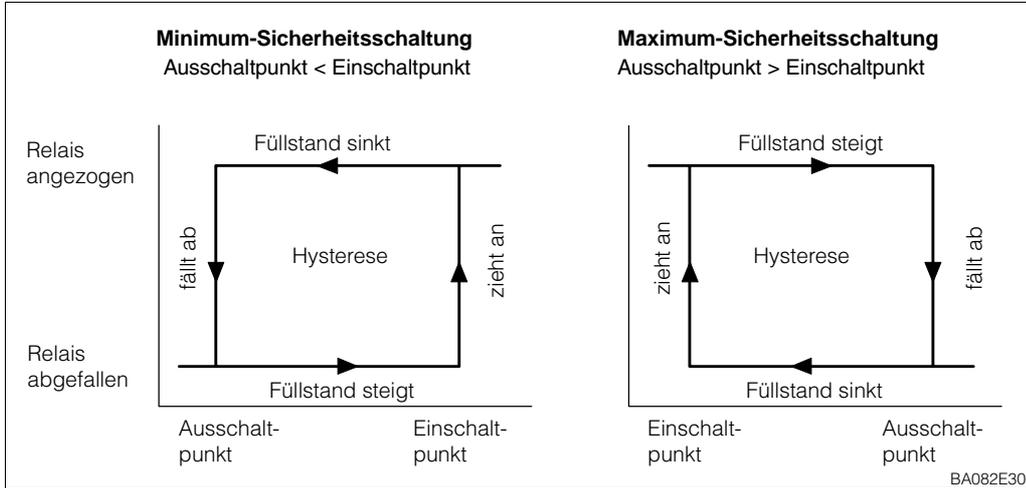

Abb. 5.1: Anwahl von Minimum- und Maximum-Sicherheitschaltung durch Auswahl der Schaltpunkte
- Jedes Relais kann in Min.- oder Max.-Sicherheitschaltung betrieben werden, d.h. bei Unter- bzw. Überschreitung des Schaltpunktes fällt das Relais ab, siehe Abb. 5.1.
Die Hysterese wird durch die Differenz zwischen beiden Werten bestimmt, die Min./Max.-Sicherheitsschaltung durch deren relativen Größe, siehe Abb. 5.1.